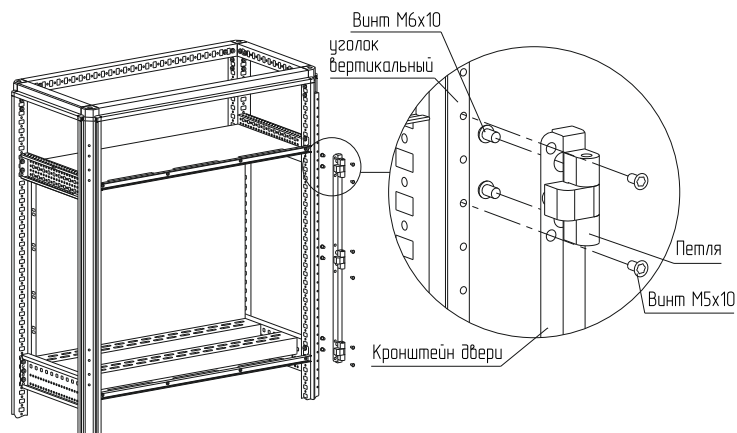

Рисунок 54
4.28.4 Закрепите петли к кронштейну двери винтами М6×10, момент затяжки – 7 Н·м, и закрепите кронштейн к уголку дверей частичных винтами М5×10, момент затяжки – 2 Н·м. (рисунок 54).